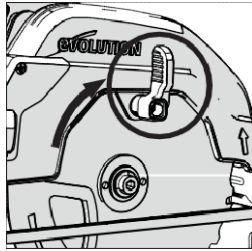

Рис. 5
- С помощью рычажка с насечкой заведите нижнее ограждение пильного диска внутрь верхнего. **(Рис. 5)**